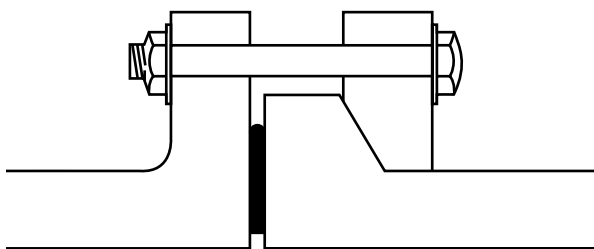

Figura 3-16 Brida loca con perfil tórico y anillo de acero
- 2 una junta de perfil tórico con anillo de acero para superficies planas de bridas (no requiere ranura), como se aprecia en la **Figura 3-16**.